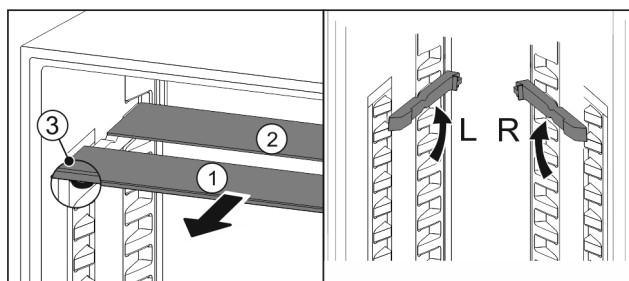

Fig. 61
- ▶ Extrageți Fig. 61 (1) pe rând plăcile de sticlă spre înainte.
- ▷ Placa de sticlă Fig. 61 (1) cu șipca decorativă se află în față.
- ▷ Opritoare Fig. 61 (3) indică în jos.